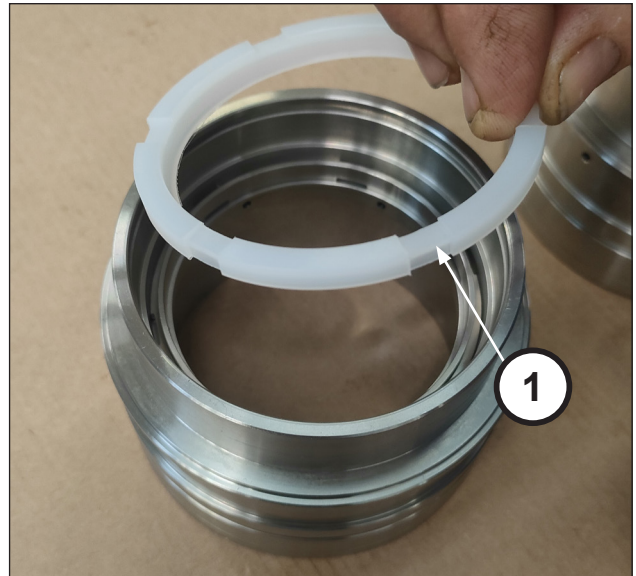
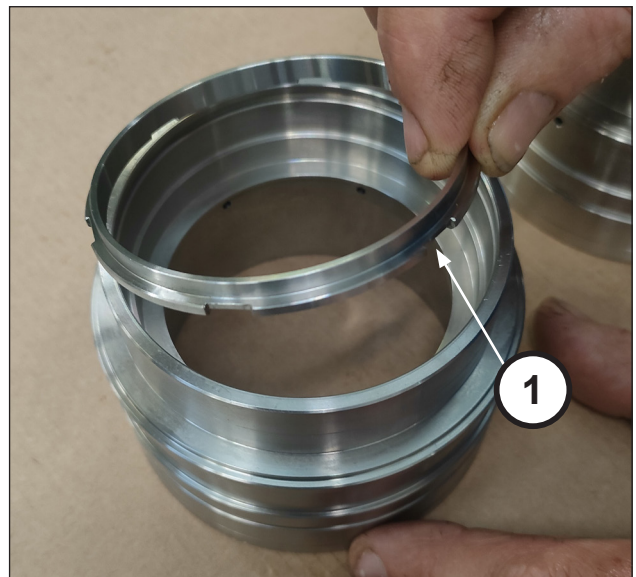

Fig. 146
Fig. 147
Desmontar la anilla de retén (pos. ①, Fig. 146) y la anilla de retén de cabecera (pos. ①, Fig. 147).